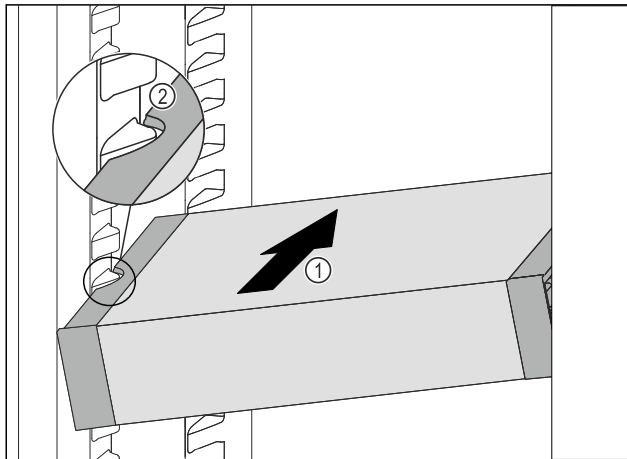

Fig. 121
- VarioSafe schräg in das Kühlteil einschieben Fig. 121 (1), bis sich die seitlichen Aussparungen Fig. 121 (2) des VarioSafes auf Höhe der Behälterrippe im Kühlteil befinden.